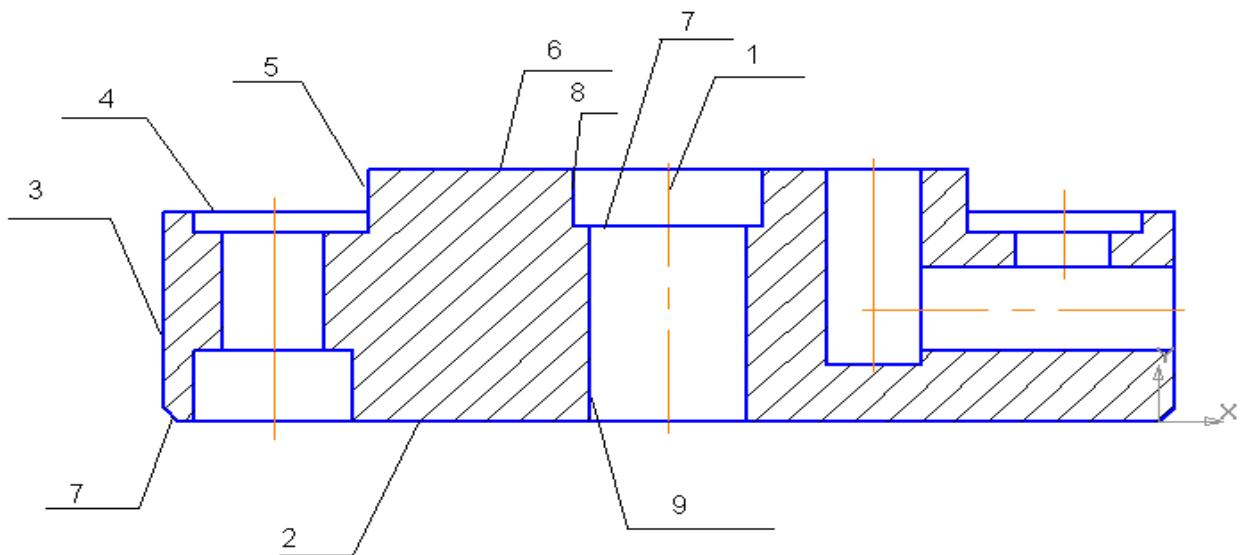

Рис. 4
2. Начертите ось 1 (рис. 4).
3. Начертите отрезок 2, 3, 4, 5, 6 (рис.4).
- Укажите отрезки **2, 3** (они обозначены на рис. 4).
- h. Получившийся отрезок (отрезок 8, рис. 4) поставьте на линию самой крайней левой прямой, к отрезку 6 (Так как показано на рис. 4).